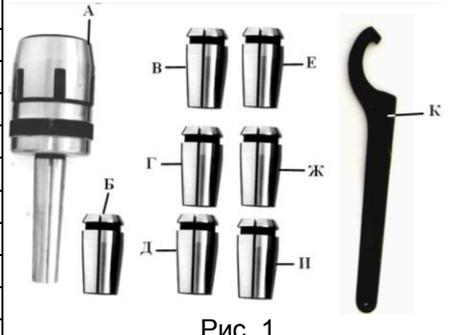

Рис. 1
2. КОМПЛЕКТНОСТЬ (Рис. 1)
- 6.1. Застопорите шпиндель. Открутите накидную гайку (4) ключом (К), Рис. 1.
- 6.5. Ключом (К), Рис. 1, закрутите накидную гайку (4).